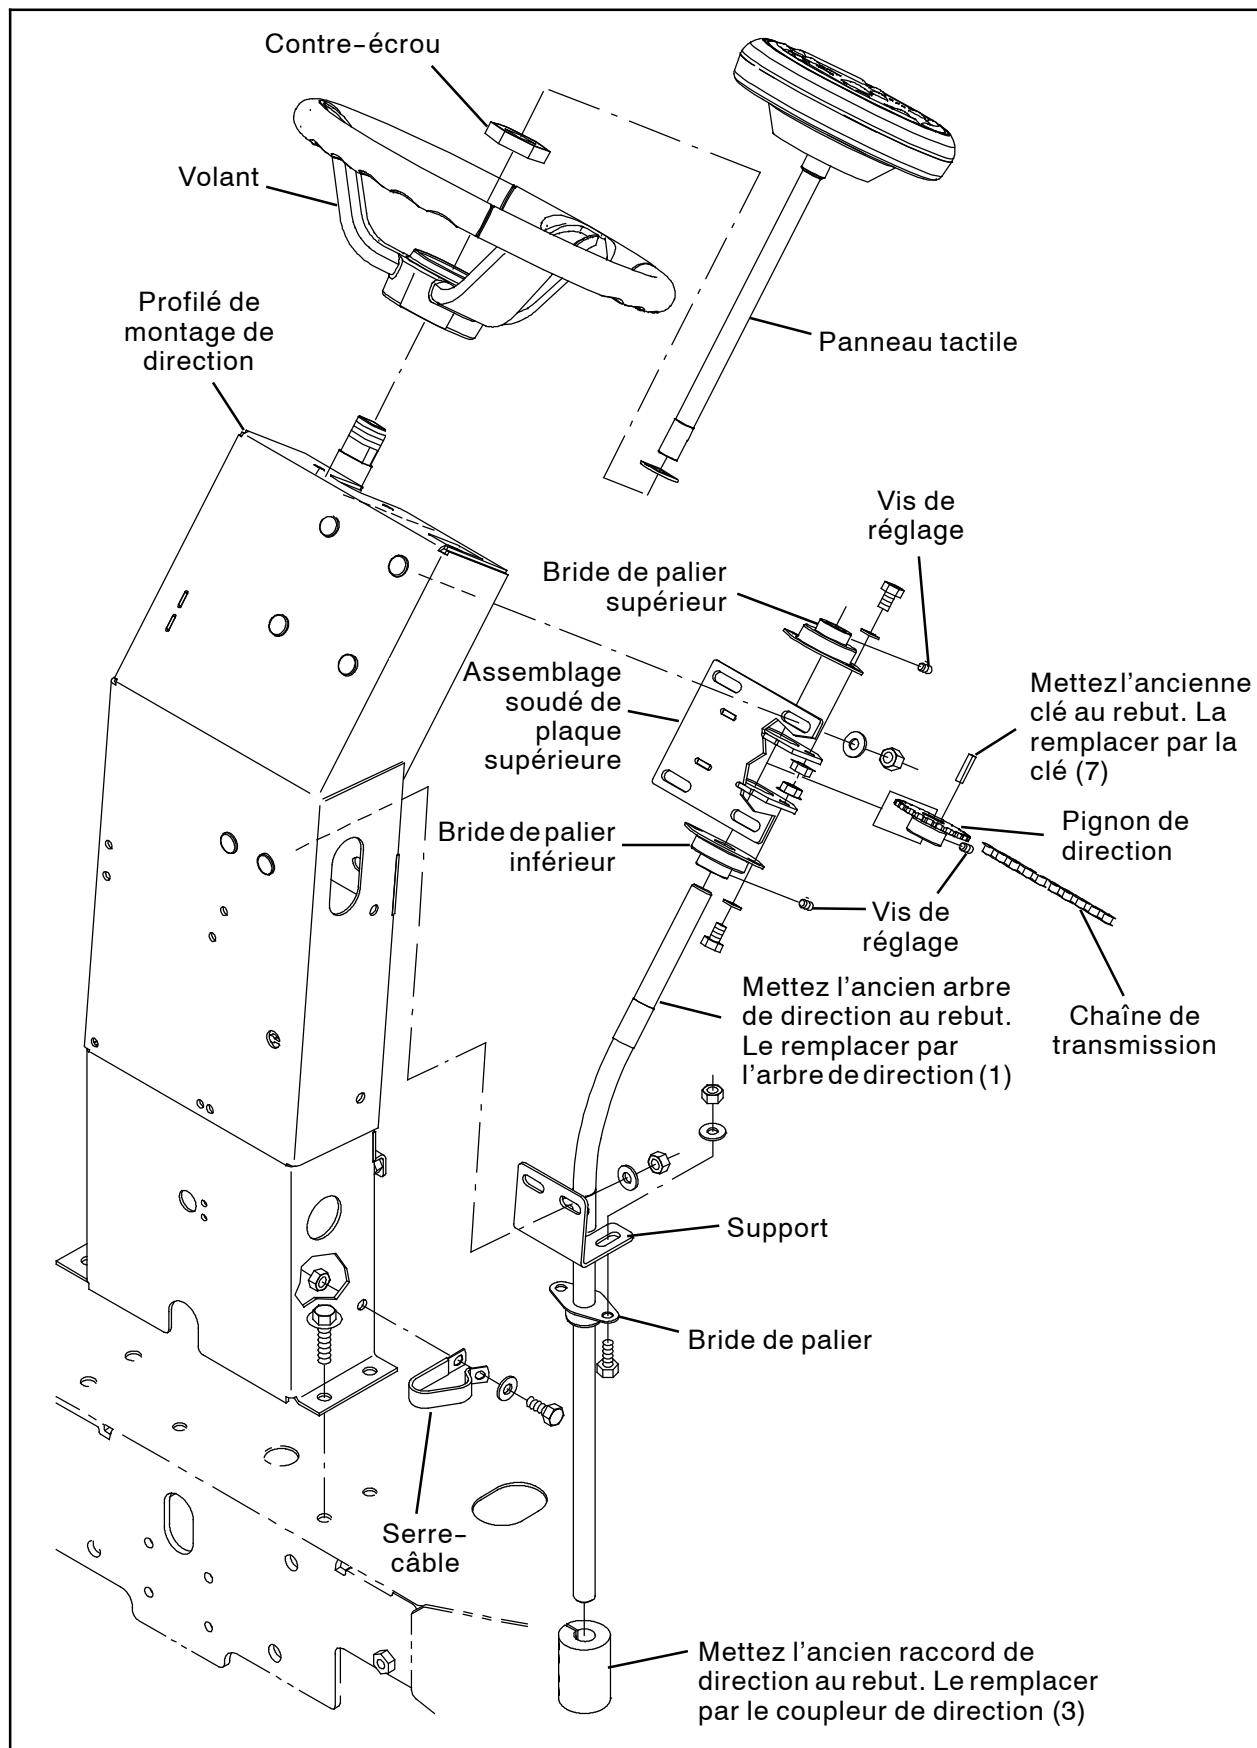
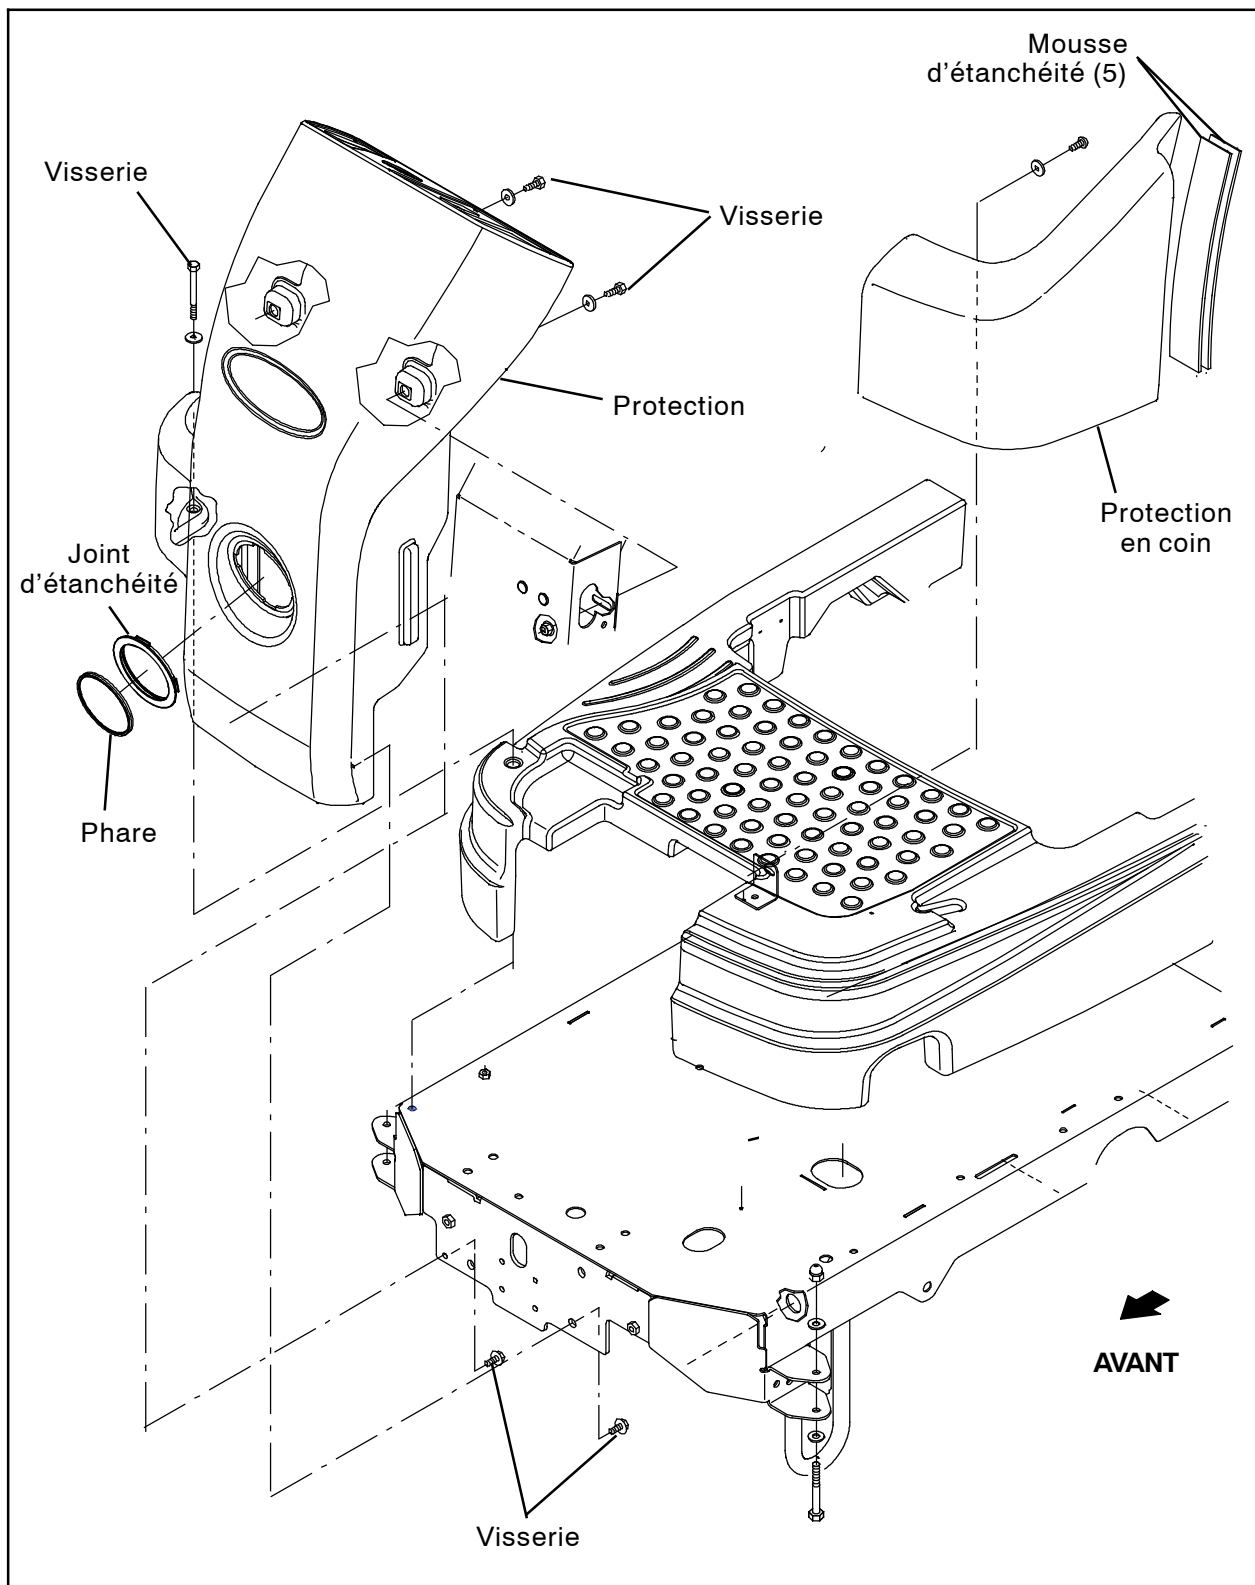
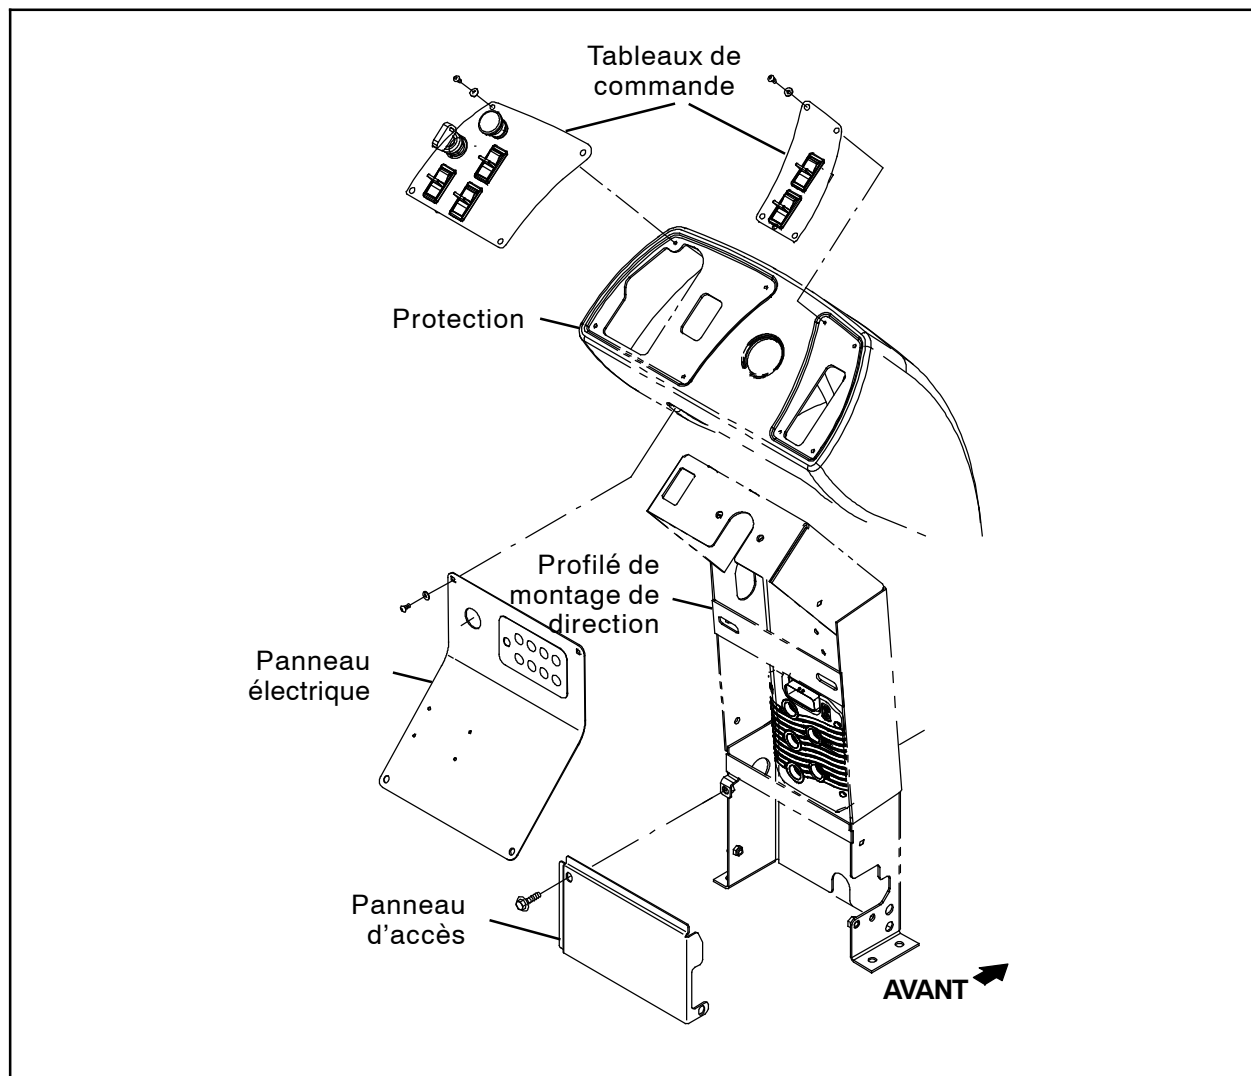

FIG. 54
FIG. 55
FIG. 56
38. Nettoyez la mousse d'étanchéité de la protection de coin et du réservoir de solution. (Fig.55)
39. Installez de nouvelles mousses d'étanchéité (5) sur la protection de coin et le réservoir de solution, où les anciennes mousses d'étanchéité se trouvaient. (Fig.55)
40. Réinstallez la protection de coin. (Fig.55)
NOTA: fare riferimento alla Fig. 54, Fig. 55 e Fig. 56 per le viste esplose/posizioni delle parti sulla macchina.